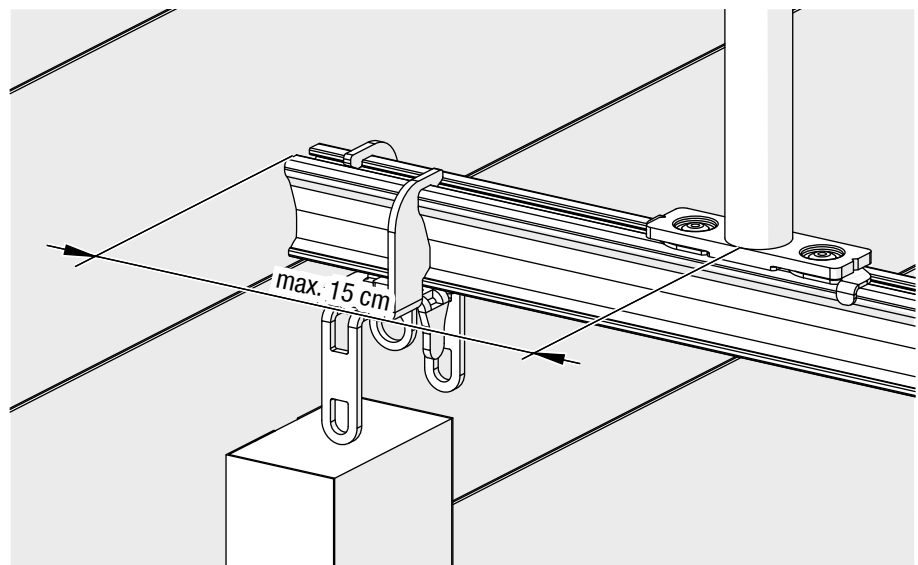

Abb. 15: Deckenmontage OFFICE-Abhängung – Abhängeabstand zum Schienenende (exemplarisch OFFICE-Abhängung)
- è Befestigen Sie einen Abhängepunkt mit maximal 15 cm Abstand von der Mitte der Abhängung bis zum Schienenende (siehe Abb. 15).